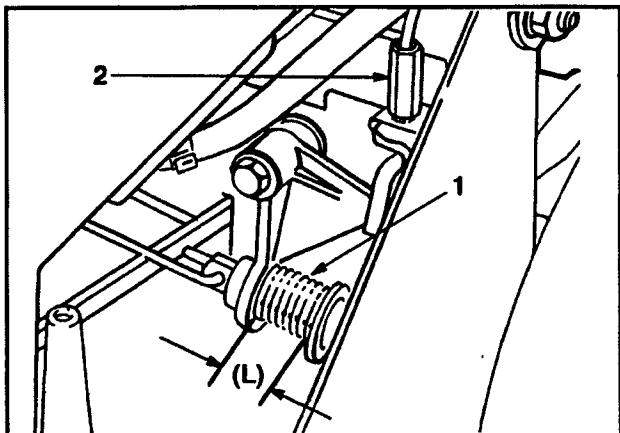

Figure 29
3. Abaissez et élévez la barre de commande contre la poignée. Tout en la maintenant contre la poignée, mesurez la longueur du ressort (L) à l'avant du ressort comme illustré sur la figure 29.
5. Pour effectuer le réglage, tournez le raccord plastique situé autour du câble de frein de la lame (fig. 29) jusqu'à ce que la longueur du ressort soit aussi proche que possible de 2,5 cm sans toutefois y être inférieure. (Voir la remarque suivante.)
4. Retirez tous les débris qui se seraient accumulés dans la zone située derrière le panneau (fig. 29).
5. Remontez le panneau vertical, revissez les deux (2) vis autotaraudeuses de 0,5 pouces pour fixer le panneau écran au plateau de la tondeuse.